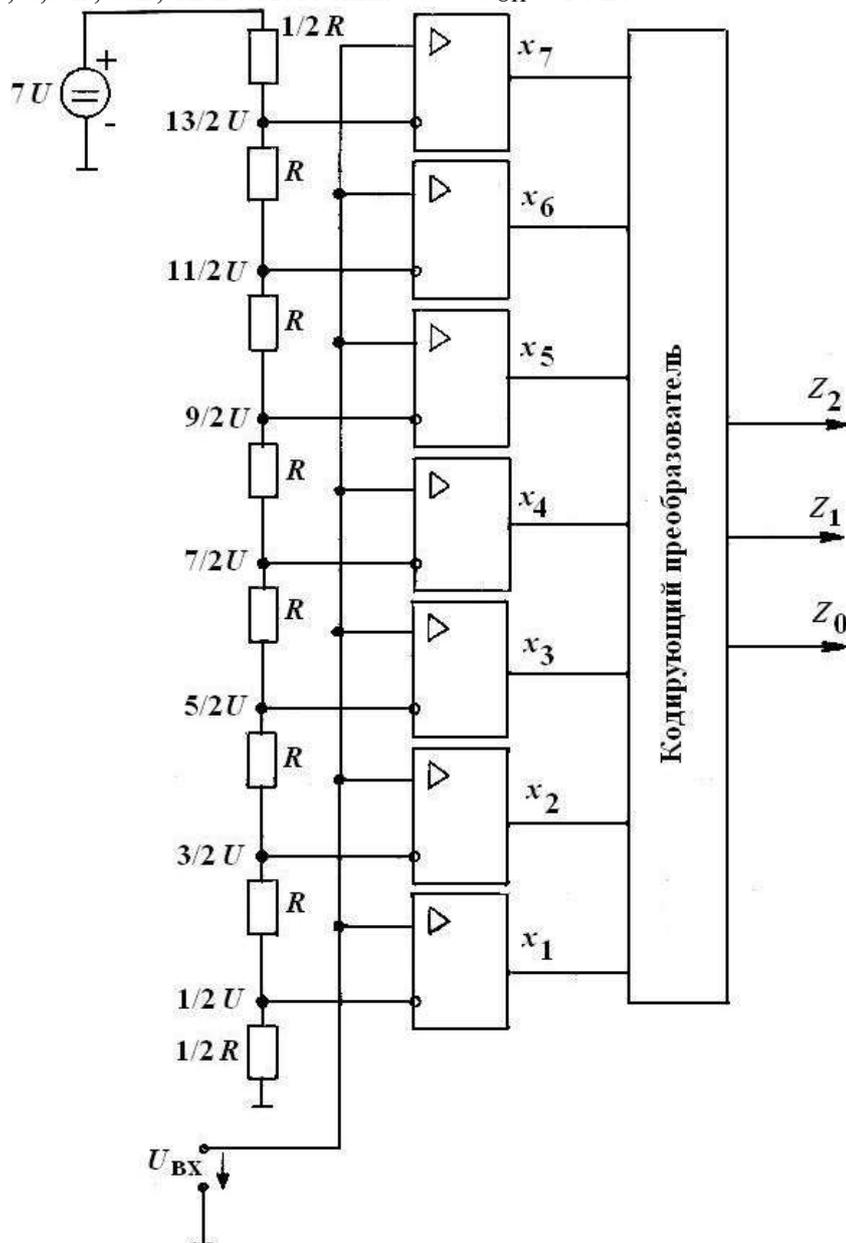

Рис. 20
20. Какой цифровой код будет на выходе АЦП (рис. 20), если входное напряжение равно 1,2 В; 4,5 В; 8 В; 12 В? Источник  $7U = U_{оп} = 14$  В.